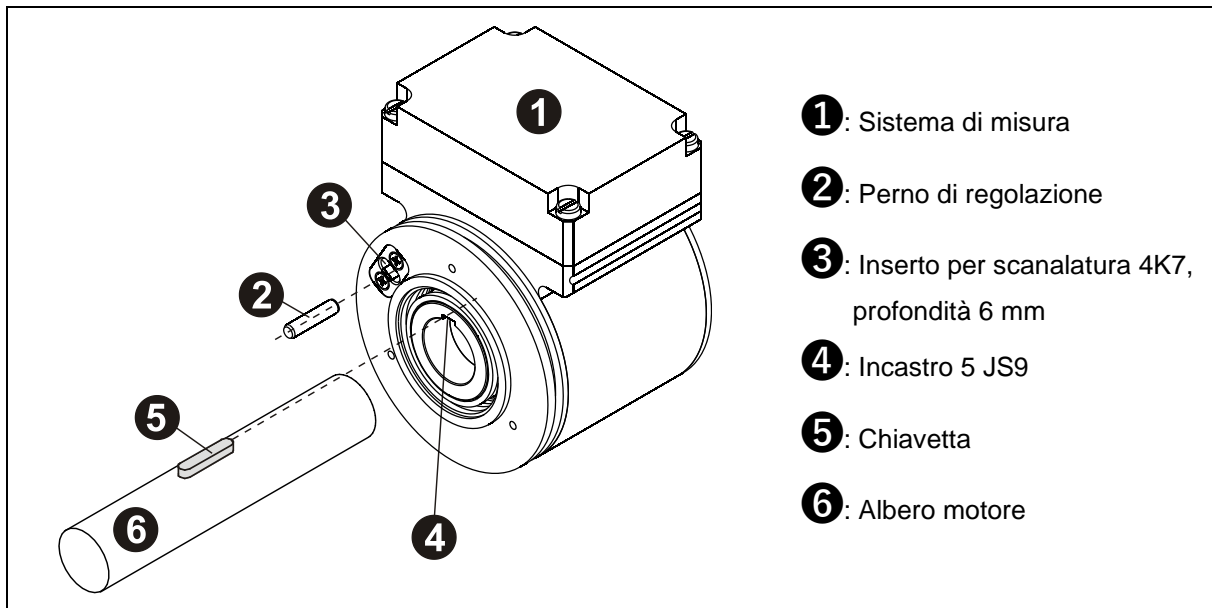

Figura 5: Accoppiamento geometrico
- Il sistema di misura viene fissato con un perno di regolazione sul lato di azionamento; vedere Figura 5.